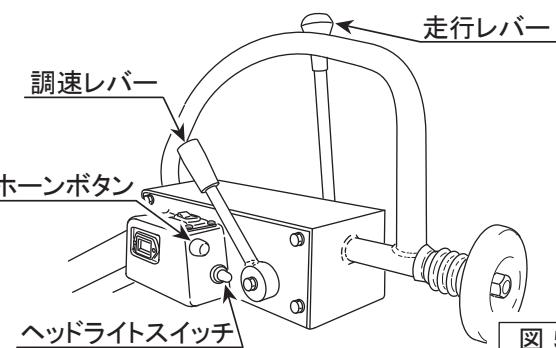

図5
- 各レバーやワイヤーが確実に動作するか点検します。ホーンボタンを押して、ホーンが正常に鳴るかを確認してください。ヘッドライトスイッチを入れてヘッドライトが点灯するかを確認してください。(図5)